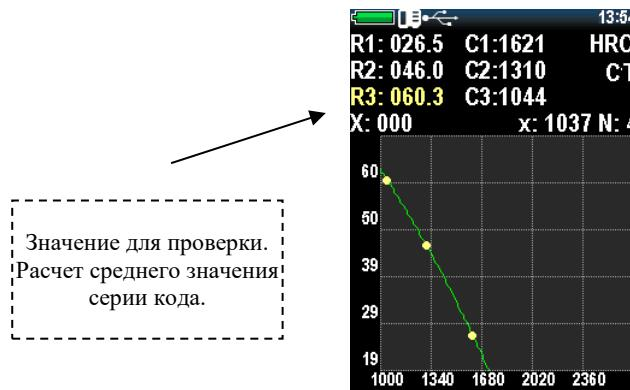

Рисунок 2.32 – Выполненная калибровка для одного образца
5. Перейти к следующему номиналу «», и проделать ту же самую процедуру с другими образцами (рис. 2.32).